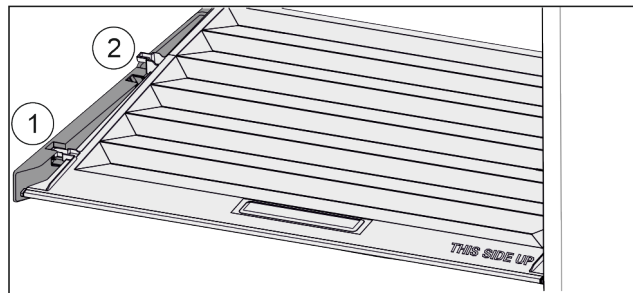

Fig. 115
- ▶ Poklopac do otvora u pridržnim dijelovima povucite prema naprijed *Fig. 115 (1)*.
- ▶ Podignite ga odozdo sa stražnje strane i izvadite prema gore *Fig. 115 (2)*.